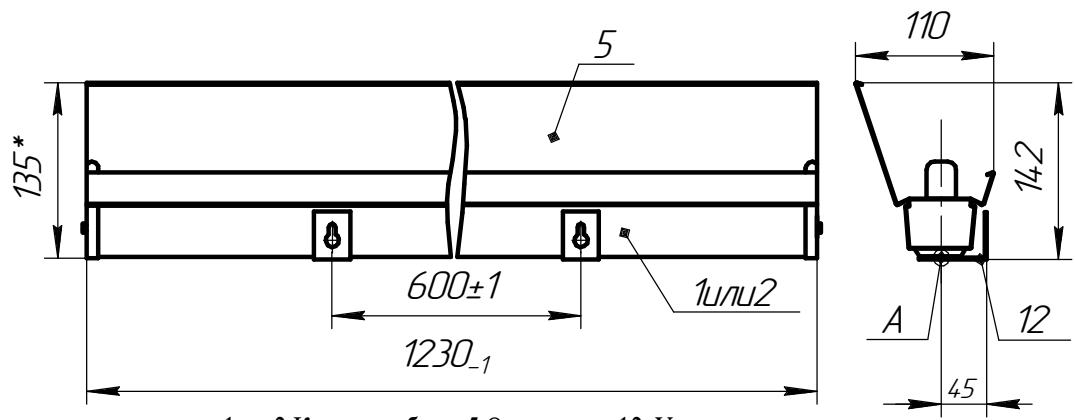

Рисунок 1.
4.1 Облучатель состоит из корпуса в сборе поз. 1 или 2 , в котором размещена электросхема, отражателя поз. 5, узла подвеса поз. 12 (см.приложение рис. 1.).